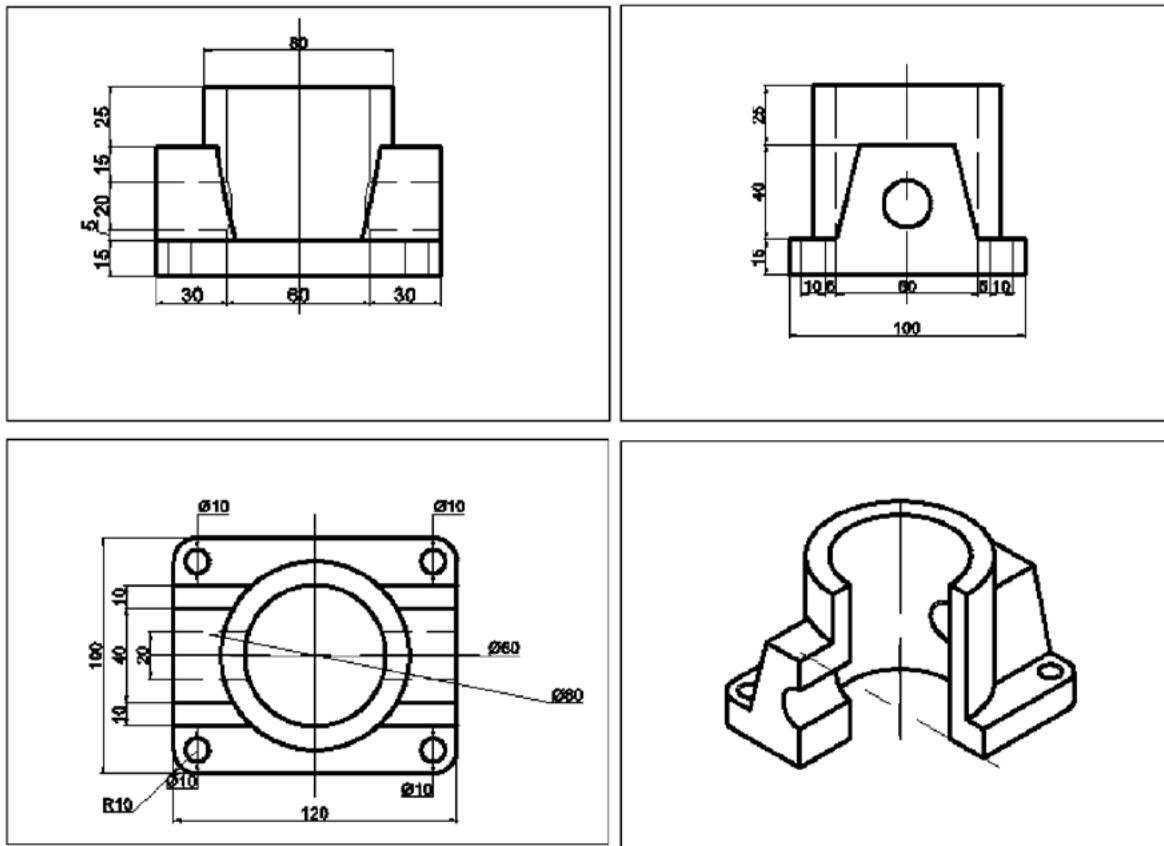

Рис. 12. Окончательные виды детали
11. Самостоятельно построить аксонометрический вид детали с вырезанной четвертью (рис. 12).